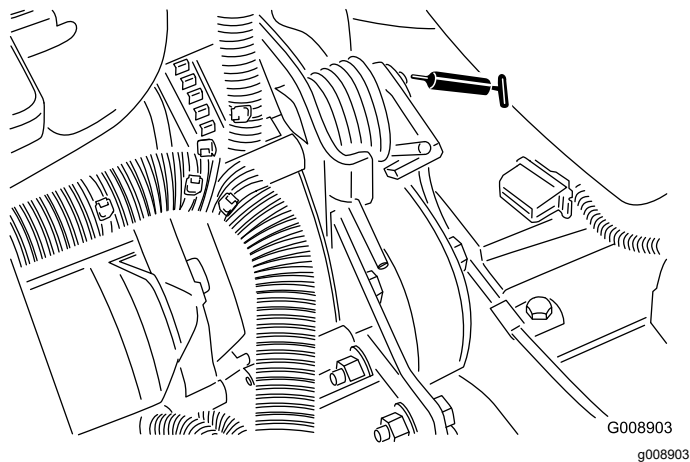

Figura 46
- Pivote tensor de la correa (**Figura 46**)